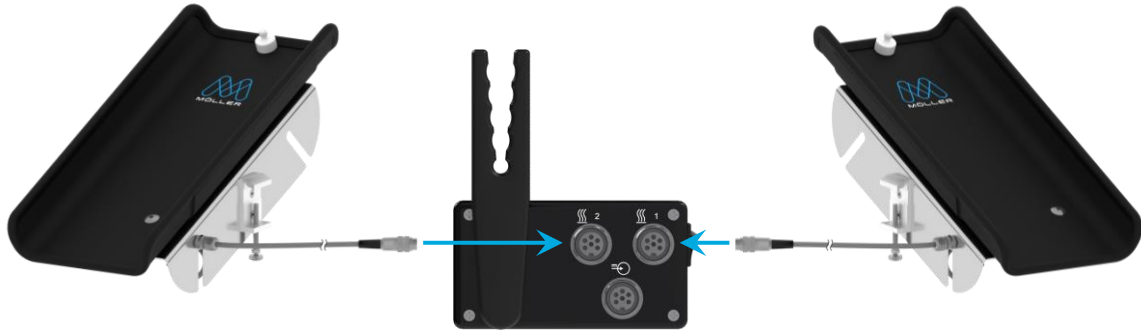

Figura 6:
7. Spingere la spina nella presa di collegamento in modo che le guide si incastrino. La resistenza dovrebbe essere quasi nulla (Figura 6).